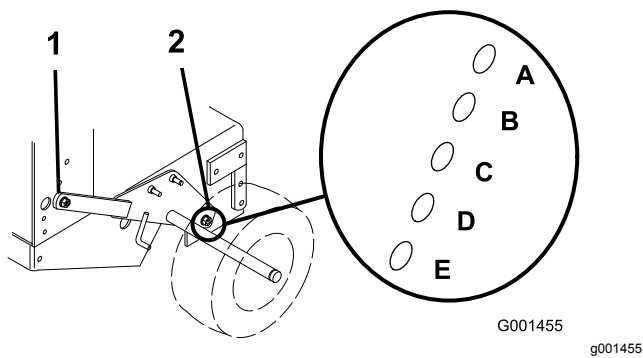

Figure 13
3. Desserrez, mais n'enlevez pas, les 2 boulons de pivot et les 2 boulons de réglage de l'essieu (Figure 13).
4. Placez un cric sous le bâti du moteur, au centre et à l'arrière. Soulevez l'arrière du bâti du moteur jusqu'à ce qu'il soit possible de déposer les 2 boulons de réglage de l'essieu avant (Figure 13).
5. Levez ou abaissez le bâti du moteur à l'aide du cric de façon à pouvoir insérer les 2 boulons de réglage de l'essieu avant dans les trous qui conviennent (Figure 13).